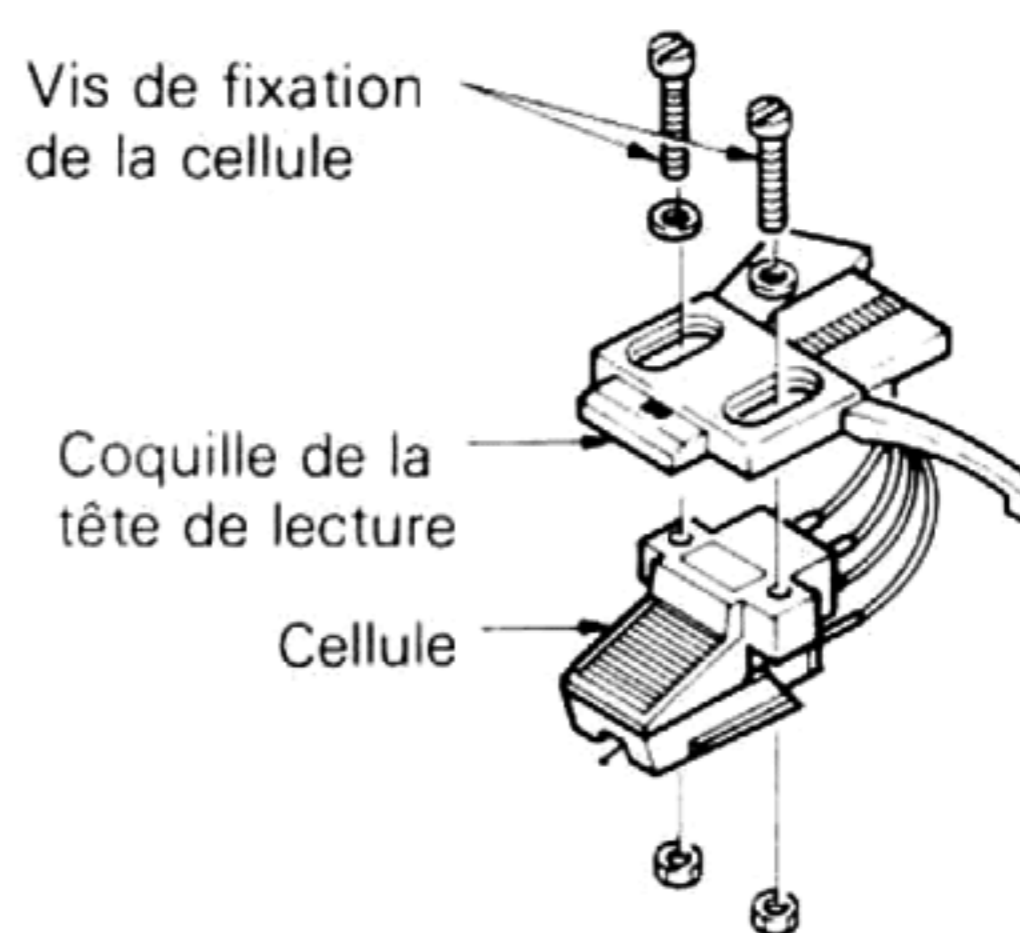

Fig. 7
- * Installer la cellule sur la coquille et la bloquer doucement en serrant ses vis de fixation. (Fig. 7)
- * Serrer alors les vis de fixation de la cellule. (Fig. 7)